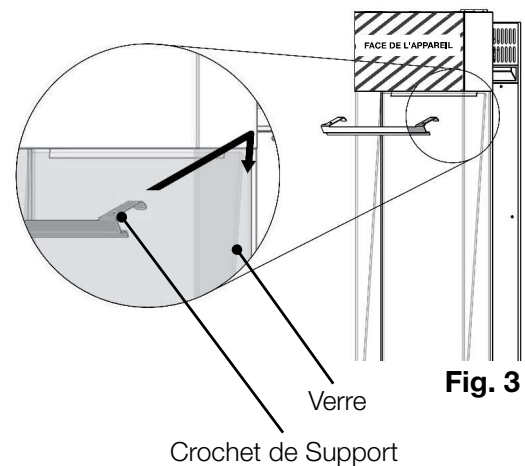

Fig. 3
3. Poussez le haut du verre contre le haut du panneau en plastique (**Fig. 3**).
2. À l'aide des crochets de retenue, accédez à l'arrière du verre puis glissez-le par l'avant (**Fig. 3**).